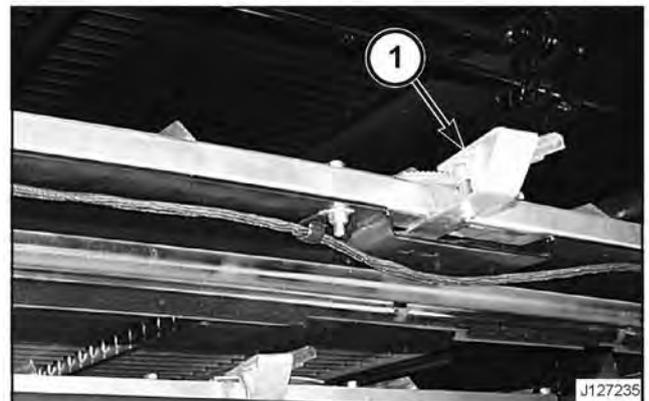

FIG. 189
FIG. 189: Para ajustar la abertura del zarandón soltar la palanca de la muesca y mover la palanca ajustable (1) hasta obtener la abertura deseada. Luego volver a colocar la palanca en la ranura.